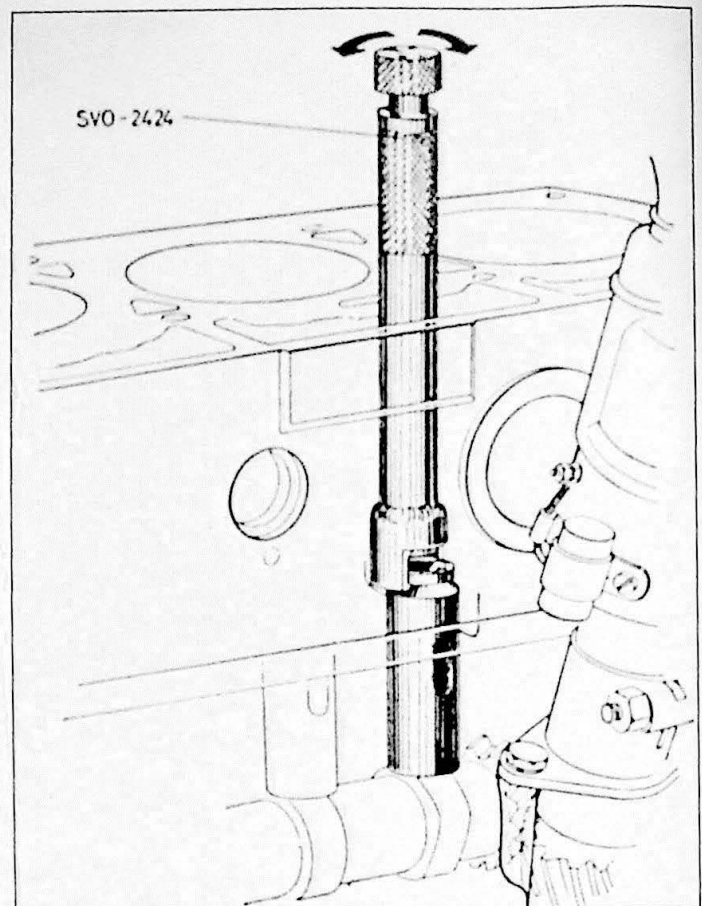

Fig. 2.6. Demontage van de nokvolgers.
3. Neem de achterste afdichtingsflens weg zonder de aansluitvlakken te beschadigen. Verwijder dynamo, waterpomp en verdeler, kleppendecksel, tuimelaaras, cilinderkop en oliefilter. Demonteer de nokvolgers met gereedschap SVO 2424 (Fig. 2.6) Bedenk als alternatief anders een zelf gemaakt stuk gereedschap of een speciale lange punttang.